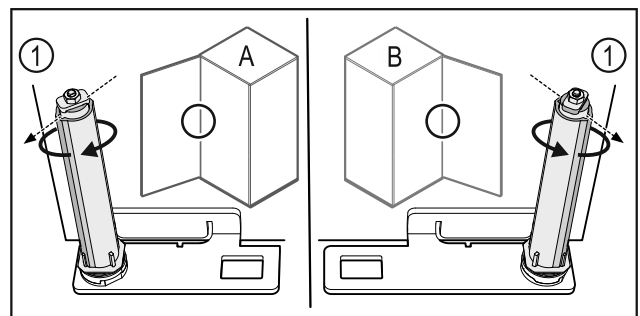

Fig. 56 Левое навешивание (A) / правое навешивание (B)
- ▶ Поворачивайте систему закрытия, преодолевая сопротивление до тех пор, пока ее ребро Fig. 56 (1) не будет направлено наружу.